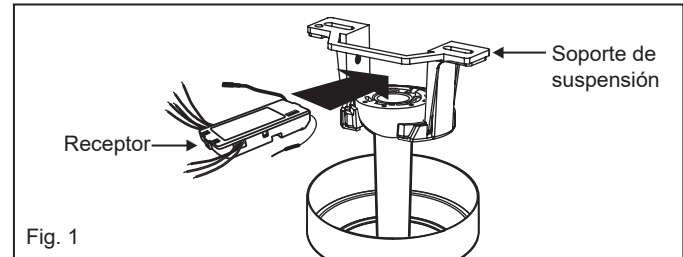

Fig. 1
1. Inserte el controlador en el soporte de montaje en techo con el lado plano del controlador mirando hacia el techo. (Fig. 1) Para un mejor rendimiento, asegúrese de que la antena negra y la antena WIFI, en el extremo del controlador, permanezcan extendidas y no enredadas con ninguno de los cables eléctricos.
- 1 Mientras sostiene el conjunto de LED debajo de su ventilador, realice las conexiones del enchufe polarizado: (Fig. 1)
Retire el panel del transmisor y luego instale una batería 2032 (incluida). Necesita utilizar un destornillador para abrir o cerrar la tapa de la batería. Para evitar daños al transmisor, retire la batería si no la usa durante períodos prolongados (Fig. 1)